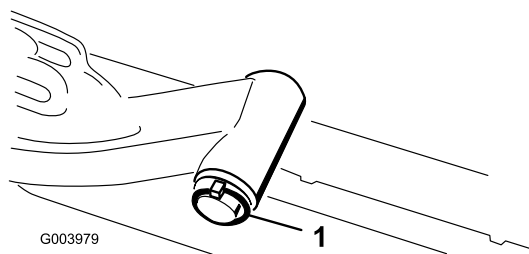

Figura 12
A. Togliete l'acciarino e la rondella che fissano l'albero di articolazione al braccio di sollevamento ed estraete l'albero dal braccio di sollevamento (Figura 12).
C. Inserite l'albero del braccio di sollevamento nel braccio di sollevamento, e fissatelo con la rondella e l'acciarino (Figura 12).